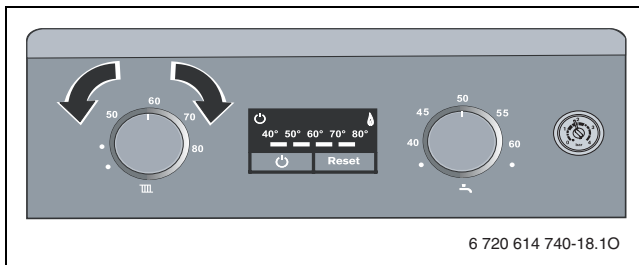

Fig. 26
- ▶ Rotiți termostatul apei calde  în poziția de mijloc (→ fig. 26).